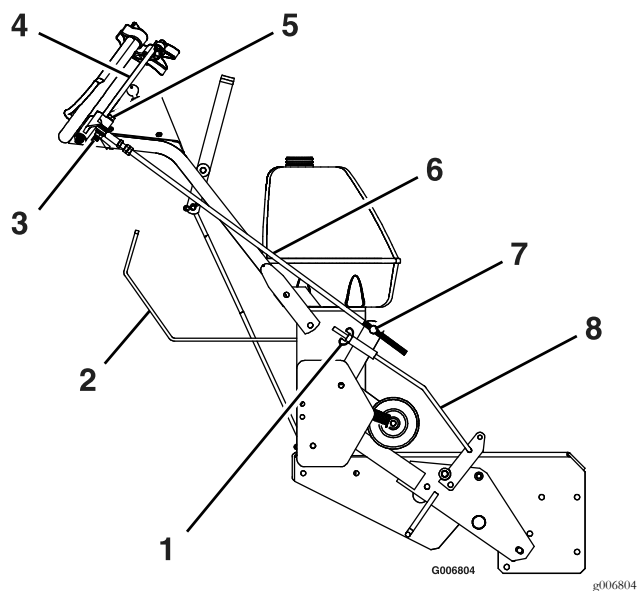

Figure 22
- A. Localisez la tringlerie du levier de déplacement d'un côté de la machine et retirez la vis à tête hexagonale 5/16-18 x 1 3/4 po et l'écrou Nyloc 5/16-18 po (voir Figure 22).
- B. Vissez puis dévissez la tringlerie du levier de déplacement dans le pivot situé sur le bras de renvoi de transmission aux roues jusqu'à ce que le bord plat du levier de déplacement s'aligne sur le cran de galet inférieur du verrou de blocage de point mort/de frein de stationnement (voir Figure 22).
- C. Reposez la vis à tête hexagonale 5/16-18 x 1 3/4 po et fixez-la avec l'écrou Nyloc 5/16-18 po. Répétez cette procédure de l'autre côté (voir Figure 22).